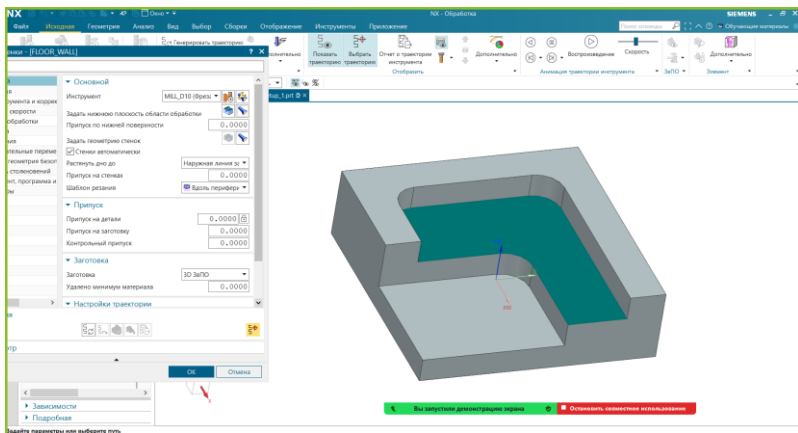

Рисунок 6.5 – Діалогове вікно завдання області різання
Натисніть на команду завдання області різання (2) і вкажіть грань, як на рис. 6.5.